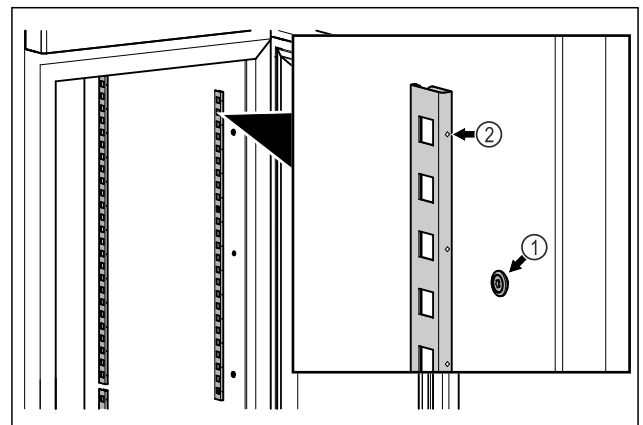

Fig. 56 Representación a modo de ejemplo
- ▶ Enganchar las tiras de retención en la suspensión Fig. 56 (1). La marca Fig. 56 (2) debe apuntar hacia delante.